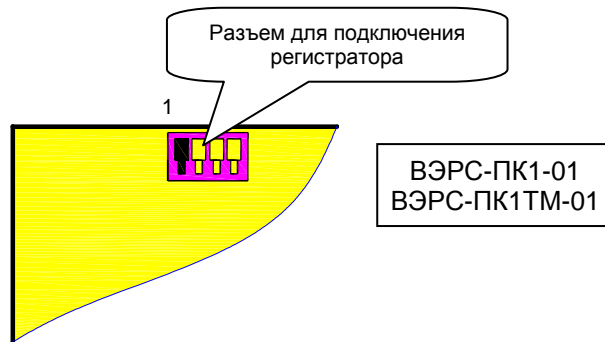

Рис.1
9.3. Установка регистраторов «ВЭРС-РС» (см. рис. 1):
9.4. Подключите кабель регистратора к разъему прибора (маркированная сторона кабельной вилки должна подключаться к 1 контакту розетки на плате). Расположение разъемов, для подключения регистратора к разным приборам, приведено на рис.1.